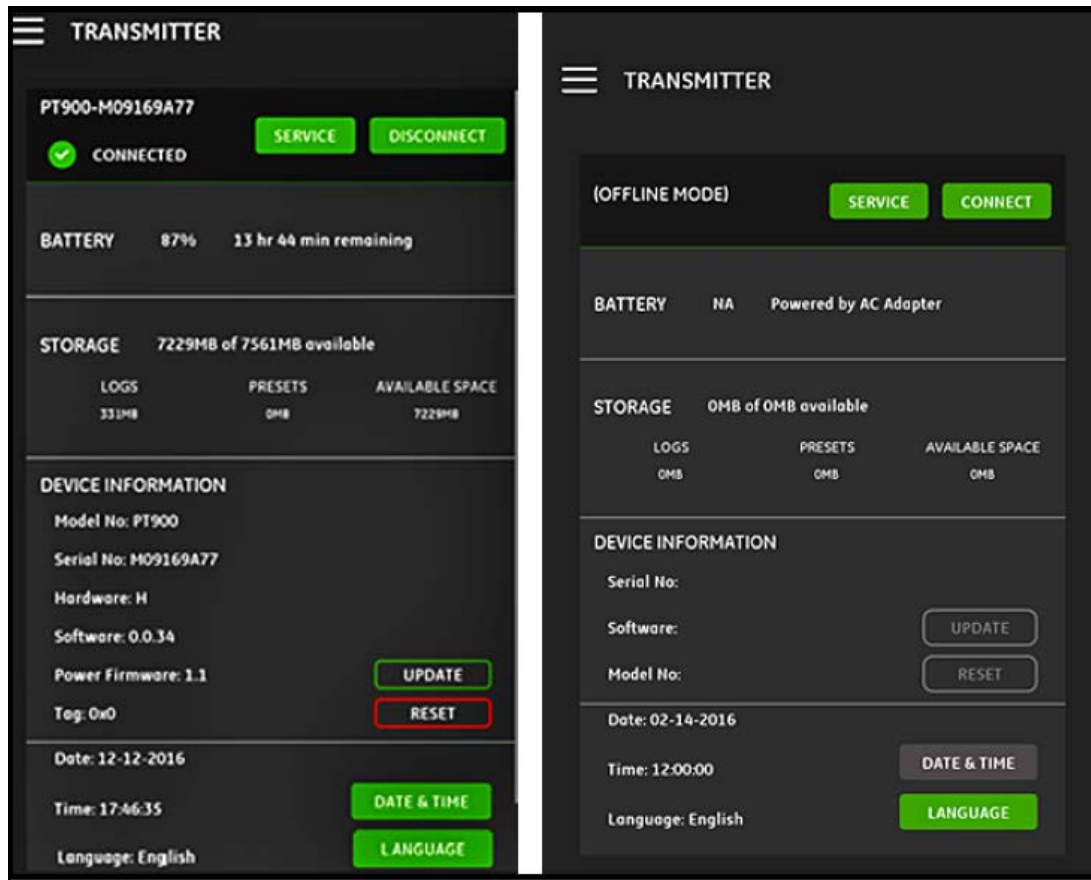

图 103: 已连接 (左) 和脱机 (右) 菜单
**重要事项：** 在创建新日志前，请务必单击传送仪菜单中的日期和时间按钮将传送仪和平板电脑的时间设置同步（请参见第 110 页上的图 103）。
1. 务必在传送仪 > 日期和时间菜单中设置传送仪时间，使传送仪和平板电脑的时间设置同步（请参见 第 110 页上的 图 103）。
如果 PT900 传送仪通过蓝牙与平板电脑 APP 连接, 传送仪菜单会显示有关 PT900 传送仪、电池和内存使用情况的设备信息。但是, 如果连接为脱机状态, 这类信息不可用。请参见下面 图 103 的两种可能性示例。
7. 转至传送仪菜单（请参见第 110 页上的图 103），验证设备信息的正确性。